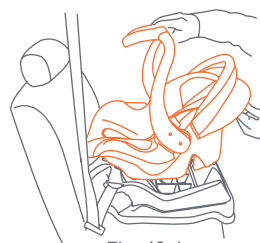

Fig. 43-1
10. Si usted está usando la Base, verifique que nada esté arriba de la base ó cualquier cosa que pudiera interferir con el enganche del Asiento de Seguridad a la Base. Coloque el Asiento de Seguridad sobre la Base y empuje hacia abajo hasta que el Asiento de Seguridad se enganche con seguridad a la Base y usted escuche un clic. Jale hacia arriba el Asiento de Seguridad para verificar que el Asiento de Seguridad esté enganchado con seguridad a la base. (Fig. 43-1)